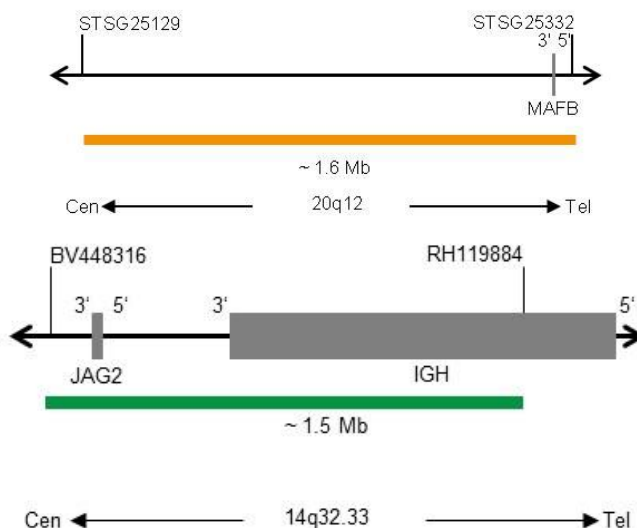

Fig. 1 : En haut : Carte de la sonde SPEC MAFB ; En bas : Carte de la sonde SPEC IGH (pas à l'échelle)
- Polynucléotides marqués au ZyOrange (excitation 547 nm/émission 572 nm) (~6 ng/μl), qui ciblent une séquence de 20q12* (chr20:37,782,012-39,385,613) hébergeant la région du gène MAFB (voir figure 1).
- Polynucléotides marqués au ZyGreen (excitation 503 nm/émission 528 nm) (~12 ng/μl), qui ciblent une séquence de 14q32.33* (chr14:105,462,169-106,995,000) hébergeant le locus IGH (voir figure 1).